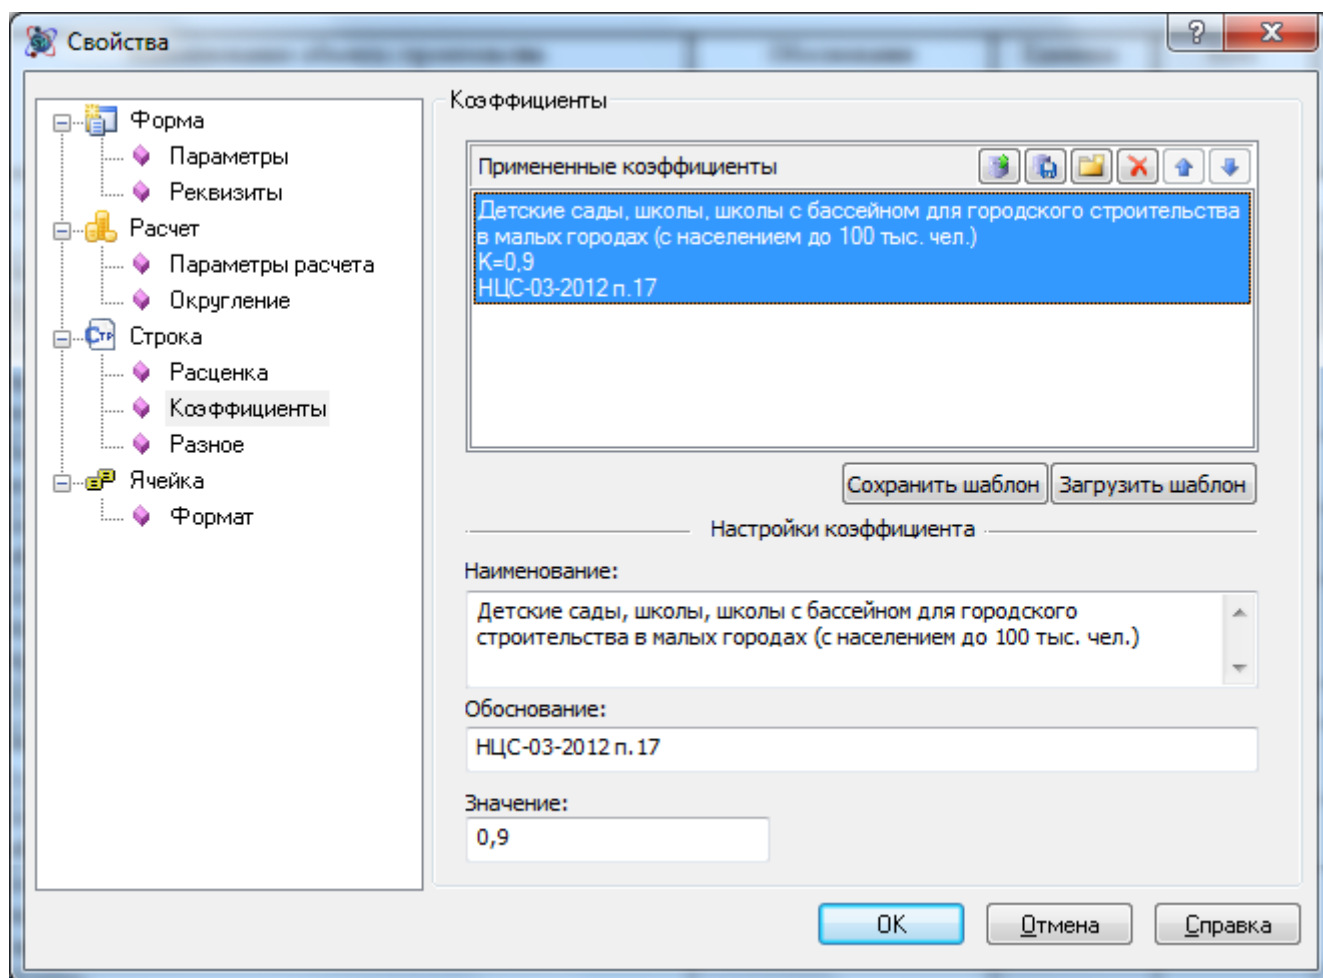

Рис. 9.7 Диалоговое окно Свойства, раздел Строка/Коэффициенты
2. Перейти в раздел Строка/Коэффициенты (Рис. 9.7) диалогового окна *Свойства*;
1. В раздел Строка/Коэффициенты (См. рис. 9.7) диалогового окна *Свойства* нажать на кнопку  — Создать.
1. В раздел Строка/Коэффициенты (См. рис. 9.7) диалогового окна *Свойства* выбрать нужный коэффициент из списка примененных;